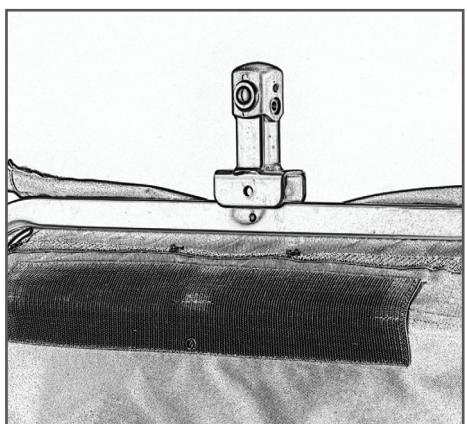

図30
- ストローラー・ホイール・マウンティング・ホールを前面フレーム・チューブの中央に配置します(図30)。